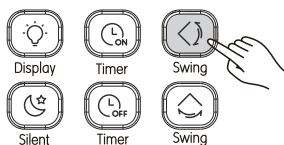

Imagen 3.11
① Cuando la unidad está encendida. Pulse  (consulte la Imagen 3.11). Inicie la función de oscilación vertical y  se iluminará y se enviará una señal a la unidad interior;